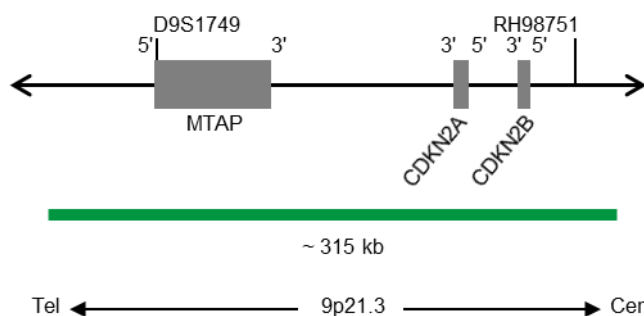

Fig. 1: SPEC CDKN2A Mapa da sonda (não à escala)
- Polinucleótidos marcados com ZyGreen (excitação 503 nm/emissão 528 nm) (~10,0 ng/μl), que têm como alvo sequências mapeadas em 9p21.3\* (chr9:21,742,629-22,056,853) que albergam a região do gene CDKN2A (ver Fig. 1).